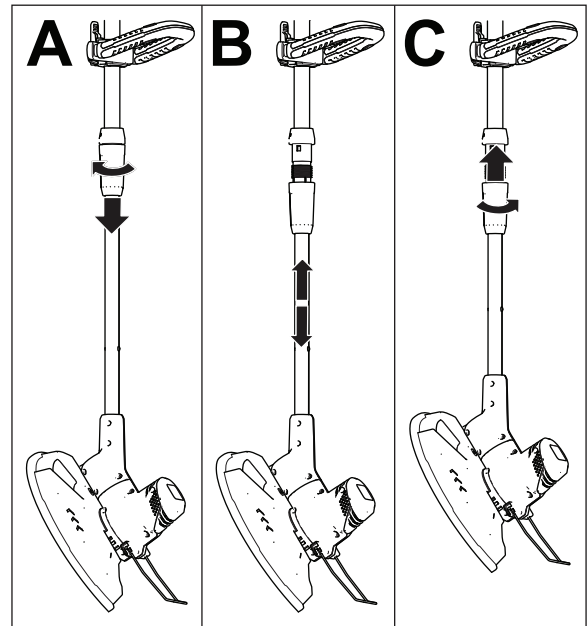

Bild 13
1. Lockern Sie den Anschluss des unteren Stiels (A in Bild 13).
2. Schieben Sie den Teleskopstiel in die gewünschte Stellung (Bild 13).
3. Ziehen Sie den Holmanschluss an, um den Holm zu arretieren (C in Bild 13).